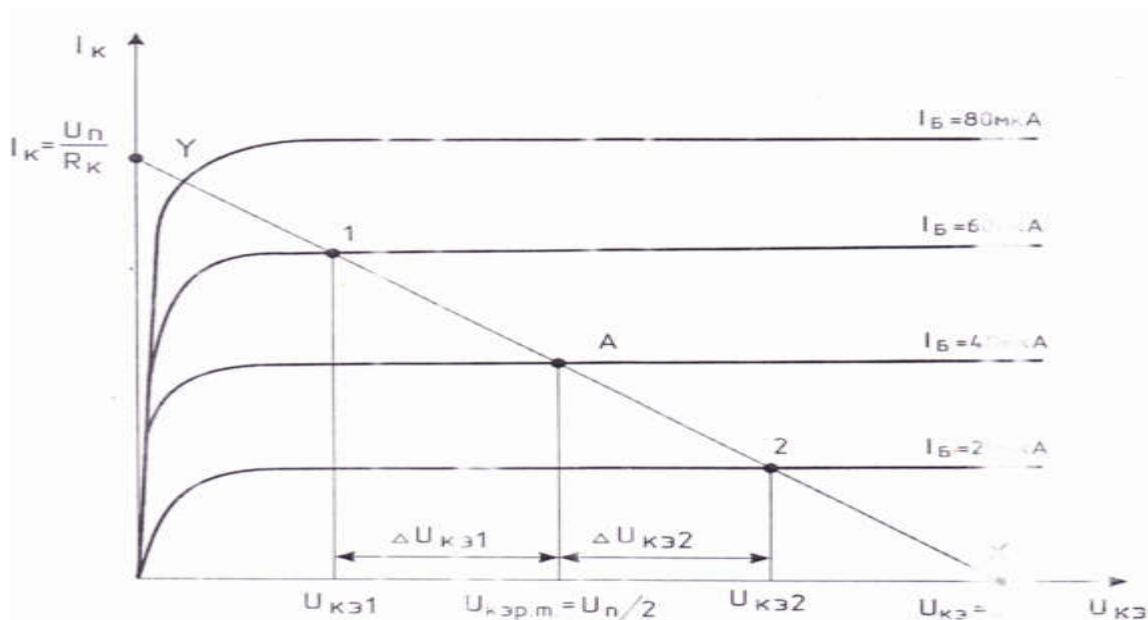

Рис. 2.9.
4.2 Постройте на семействе выходных характеристик линию нагрузки. Для этого примите напряжение питания схемы усилителя $U_{п} = 10В$ и отметьте точку X на графике характеристик (рис.2.9). Выберите оптимальное положение рабочей точки A (р.т.) с напряжением $U_{кэ \text{ р.т}} = U_{п} / 2 = 5 В$ на характеристике с током базы $I_B = 40 мкА$. Проведите через найденные точки X и A линию нагрузки до пересечения с осью тока коллектора I_k в точке Y. Так как в этом состоянии $I_k = U_{п} / R_k$. то рассчитайте сопротивление $R_k = U_{п} / I_k$. Занесите рассчитанную величину сопротивления R_k в табл. 2.3.